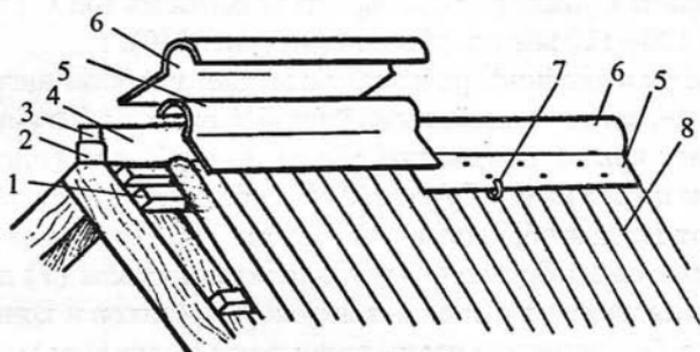

Рис. 141. Покрытие асбестоцементными деталями конька крыши:
Конек крыши покрывают следующим образом (рис. 141): устанавливают на его брусок (2) и с обеих сторон от него укрепляют по два обрешеточных бруска (1). После покрытия обоих скатов на бруске (2) устанавливают скобы (7) для закрепления на них переносных ходовых мостиков и конькового бруса (3), верхнюю грань покрывают рулонным материалом и укладывают коньковые детали.